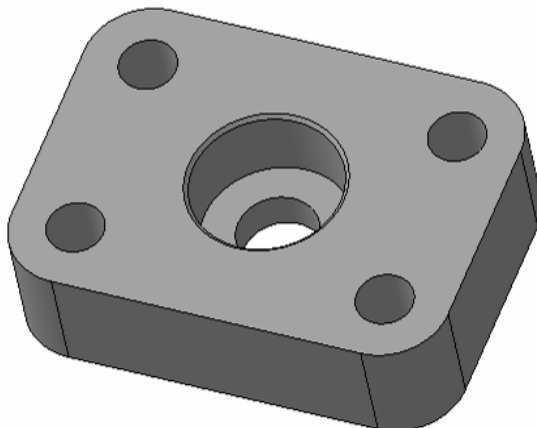

Рис. 3.21. Моделирование фаски в резьбовом отверстии
4. После задания параметров фаски и настройки её свойств нажмите кнопку **Создать объект** и система отстроит фаску на кромке выделенной грани (рис. 3.21).